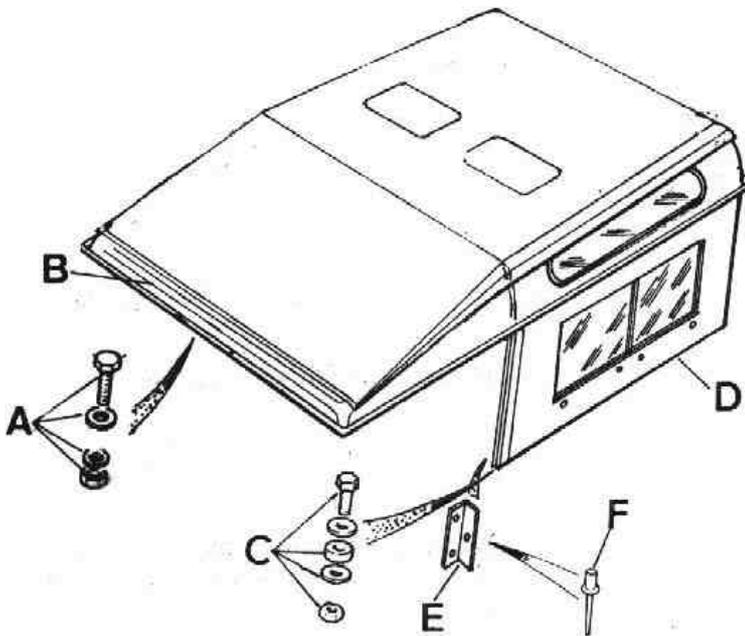

Fig. Q-43 Desmontaje del techo completo
- 1.1. Extraer los elementos, A (Fig. Q-43) que fijan el techo, B, al parabrisas.
- 1.2. Soltar los elementos, C (Fig. Q-43) que fijan los soportes delanteros, centrales y traseros, de los conjuntos laterales, D, de techo a la caja de carga.
- 1.4. Cortar los remaches "pop", F (Fig. Q-43) que fijan el perfil, E, a los laterales del techo y de la caja de carga.